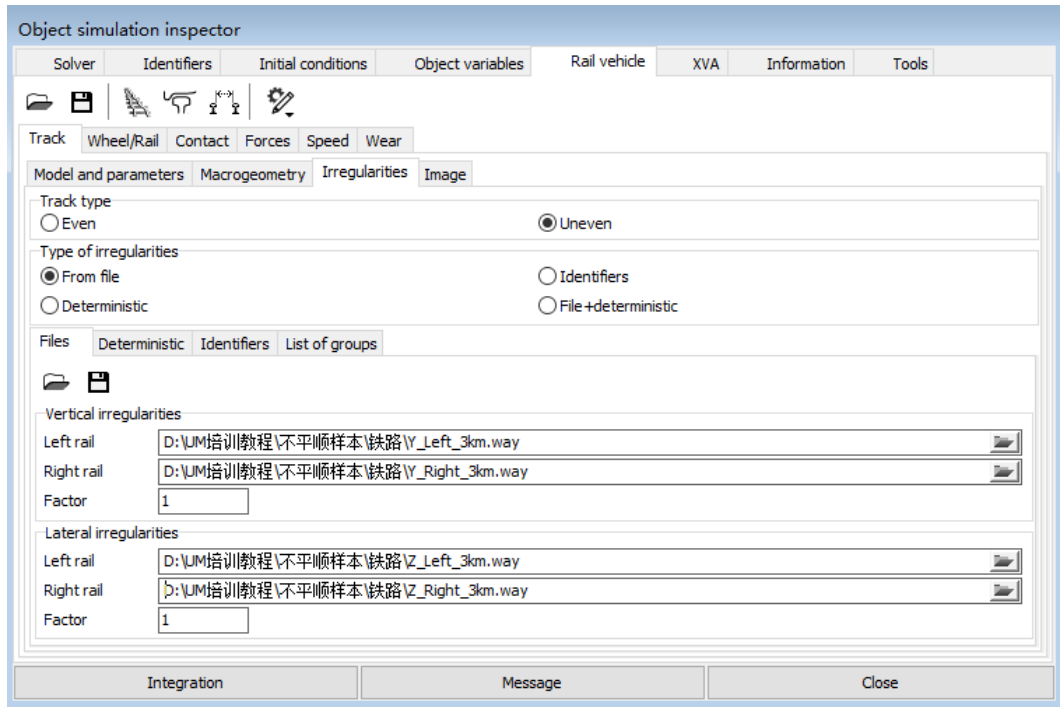

图 3-40
- 5) 切换到 **Track** → **Irregularities** 页面，选择 **Uneven**，不平顺类型为 **From file**，然后分别设置左、右轨垂向和横向的不平顺，如图 3-40。